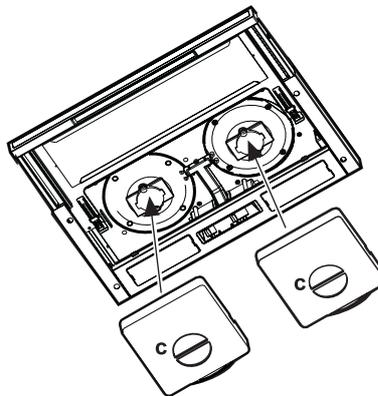

Fig. 3
5. Si la position de la hotte ne correspond pas parfaitement au bord inférieur de l'élément mural, corrigez-la en desserrant les vis **P** des étriers **E** montés sur la hotte (**Fig. 3**), ce qui vous permettra d'assembler parfaitement la hotte avec l'élément mural. Ensuite, resserrez les vis.
3. Si les filtres au charbon ont déjà été installés (un ou deux filtres, selon le modèle en votre possession, montés de façon à couvrir les grilles de protection de la turbine du moteur) et doivent être remplacés, tournez la poignée centrale (Fig. 3 - c) dans le sens contraire des aiguilles d'une montre jusqu'à ce qu'ils se débloquent.
4. Si les filtres au charbon n'ont pas été installés, placez-les de façon à ce qu'ils recouvrent les grilles de protection de la turbine du moteur (deux grilles de protection - deux filtres au charbon, une grille de protection - un filtre au charbon), ensuite tournez la poignée centrale (Fig. 3 - c) des filtres dans le sens des aiguilles d'une montre.